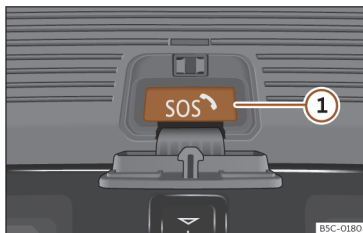

Abb. 48 Notruf-Taste.
2. Halten Sie die Notruftaste einige Sekunden gedrückt >>> (Abb. 48) ①.
Drücken Sie die Notruftaste >>> (Abb. 48) nur im Notfall.
Der automatische Notruf kann nicht durch Drücken der Notruftaste unterbrochen werden >>> (Abb. 48).